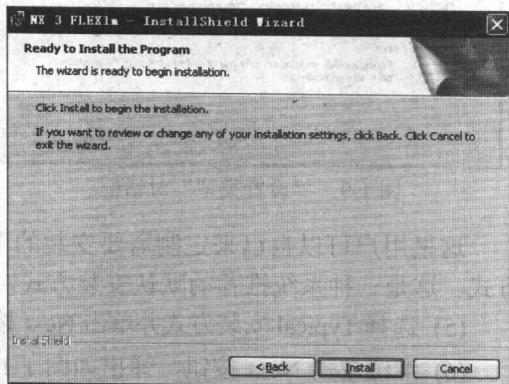

图 1-6 “安装开始”对话框
(5) 接着单击 Next 按钮, 得到如图 1-6 所示的“安装开始”对话框。